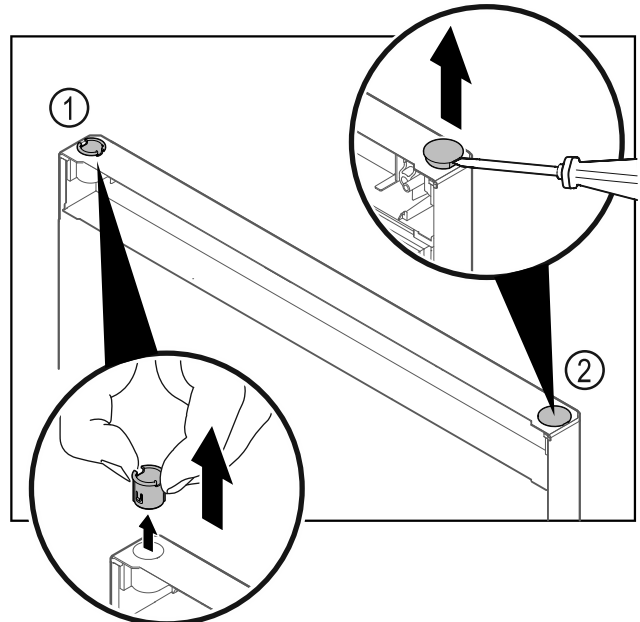

Fig. 20
- Pušo tečaja Fig. 20 (1) snemite s prsti.
- S ploščatim izvijačem previdno dvignite krovni čep Fig. 20 (2) in ga izvlecite.